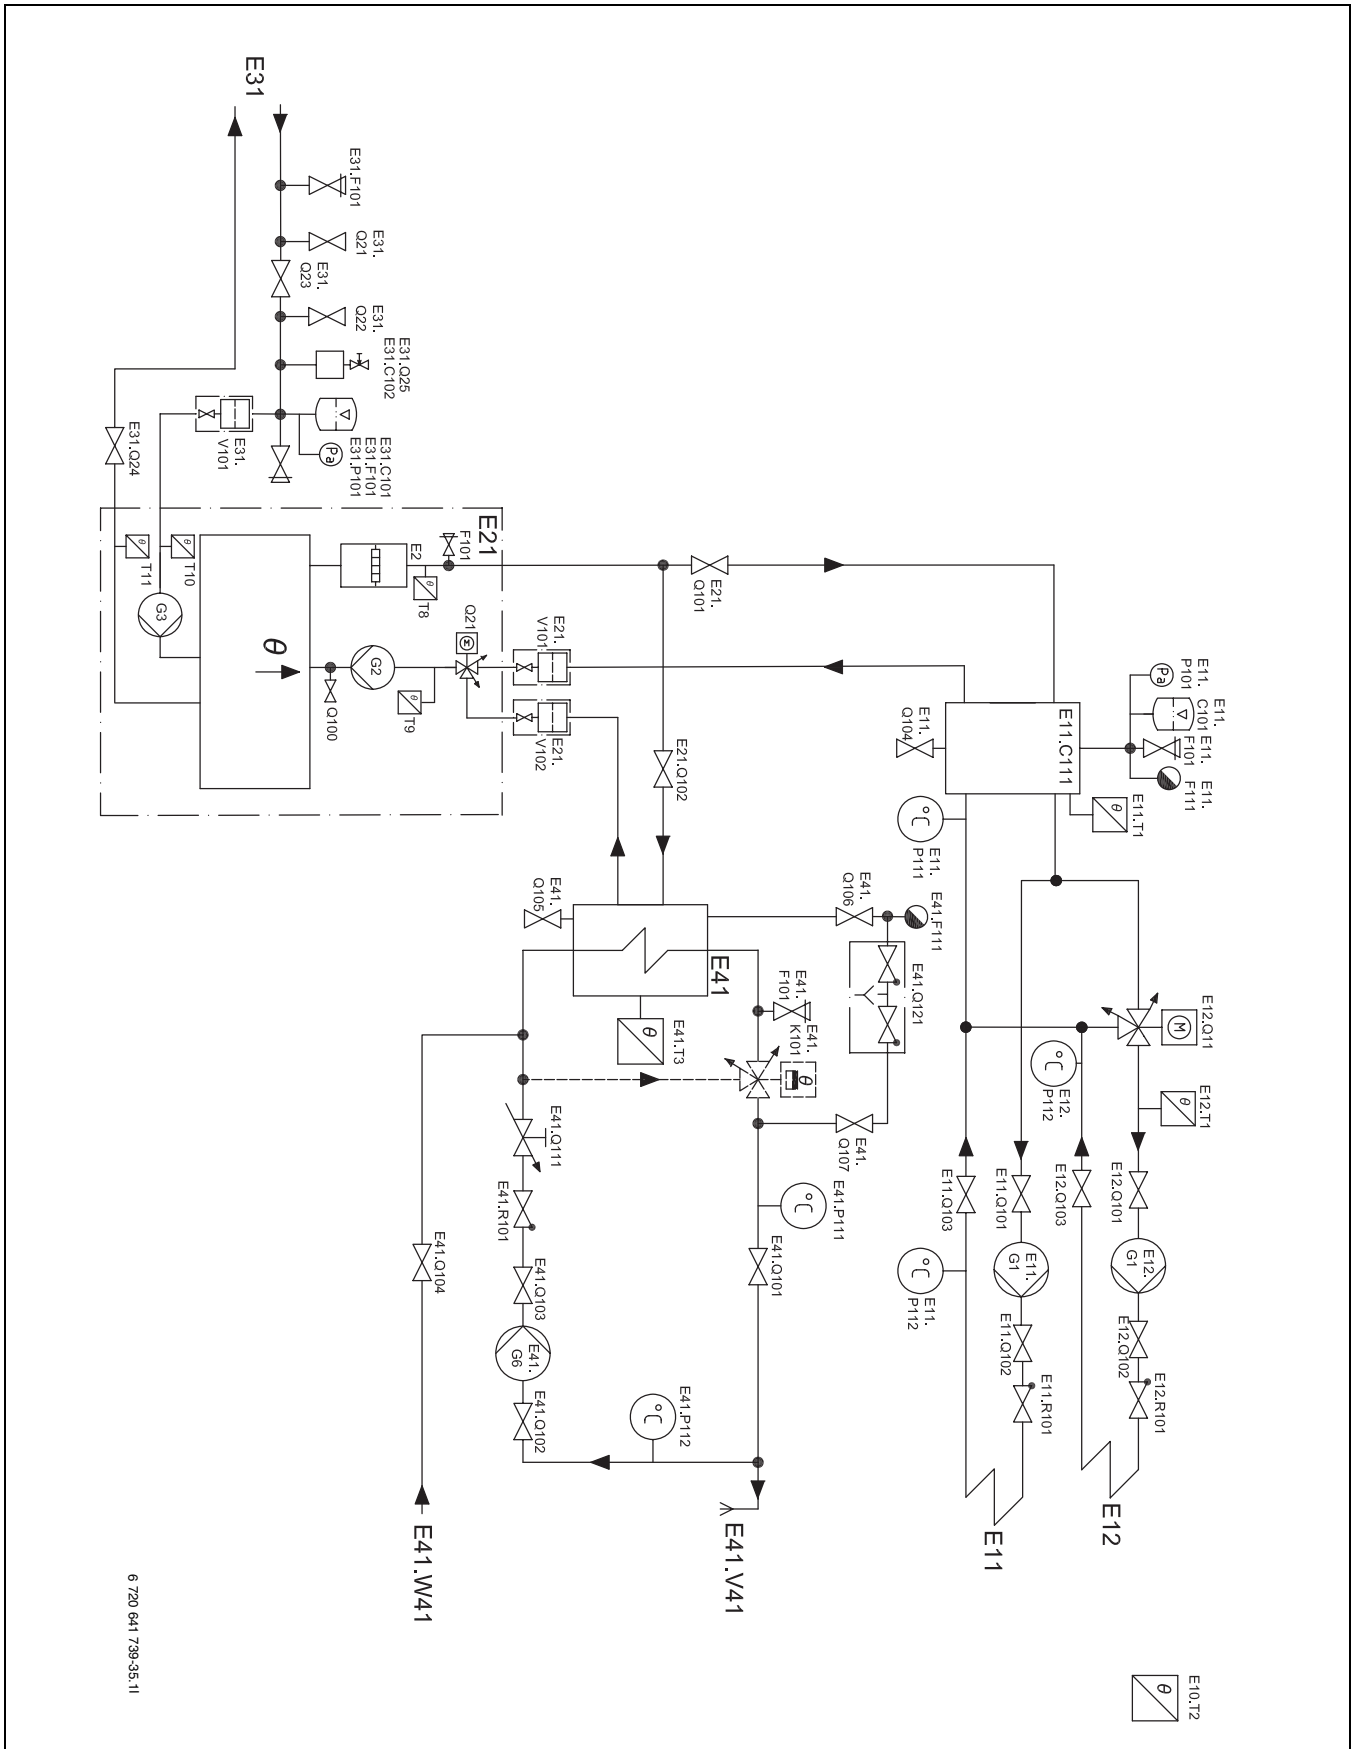

Bild 10 Värmekrets, ertillskott och arbetstank (→ Kapitel 8.2.1)
8.2.1 System med eltillskott (→ Bild 10)